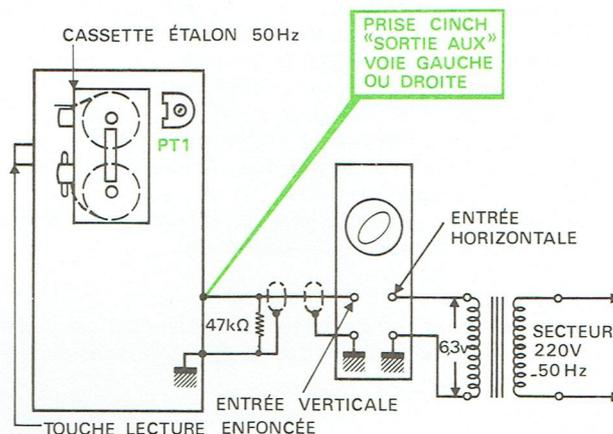

Fig. 17
## B – REGLAGE DE LA VITESSE DE DEFILEMENT (Fig. 17)
- Réaliser le montage de la figure 17.